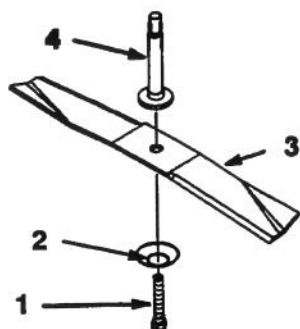

Figure 27
1. Poser la lame, la pièce de retenue, la rondelle incurvée (côté concave vers la lame) et le boulon (Fig. 27).